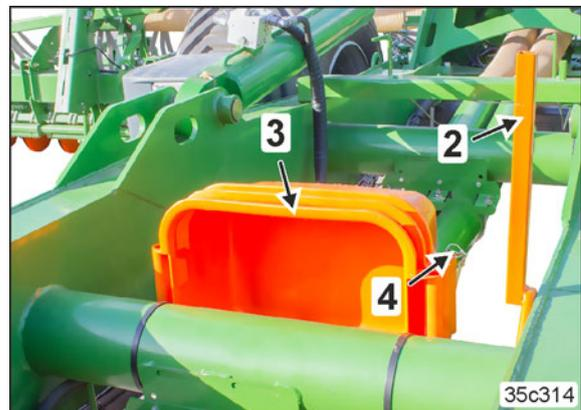

Fig. 65
Les augets d'étalonnage sont insérés les uns dans les autres quand ils ne sont pas utilisés et fixés dans un support de transport à l'aide d'une goupille d'arrêt (Fig. 65/4).
- Citan 15001-C (Fig. 65/3)
- Citan 15001-C (Fig. 65/2)